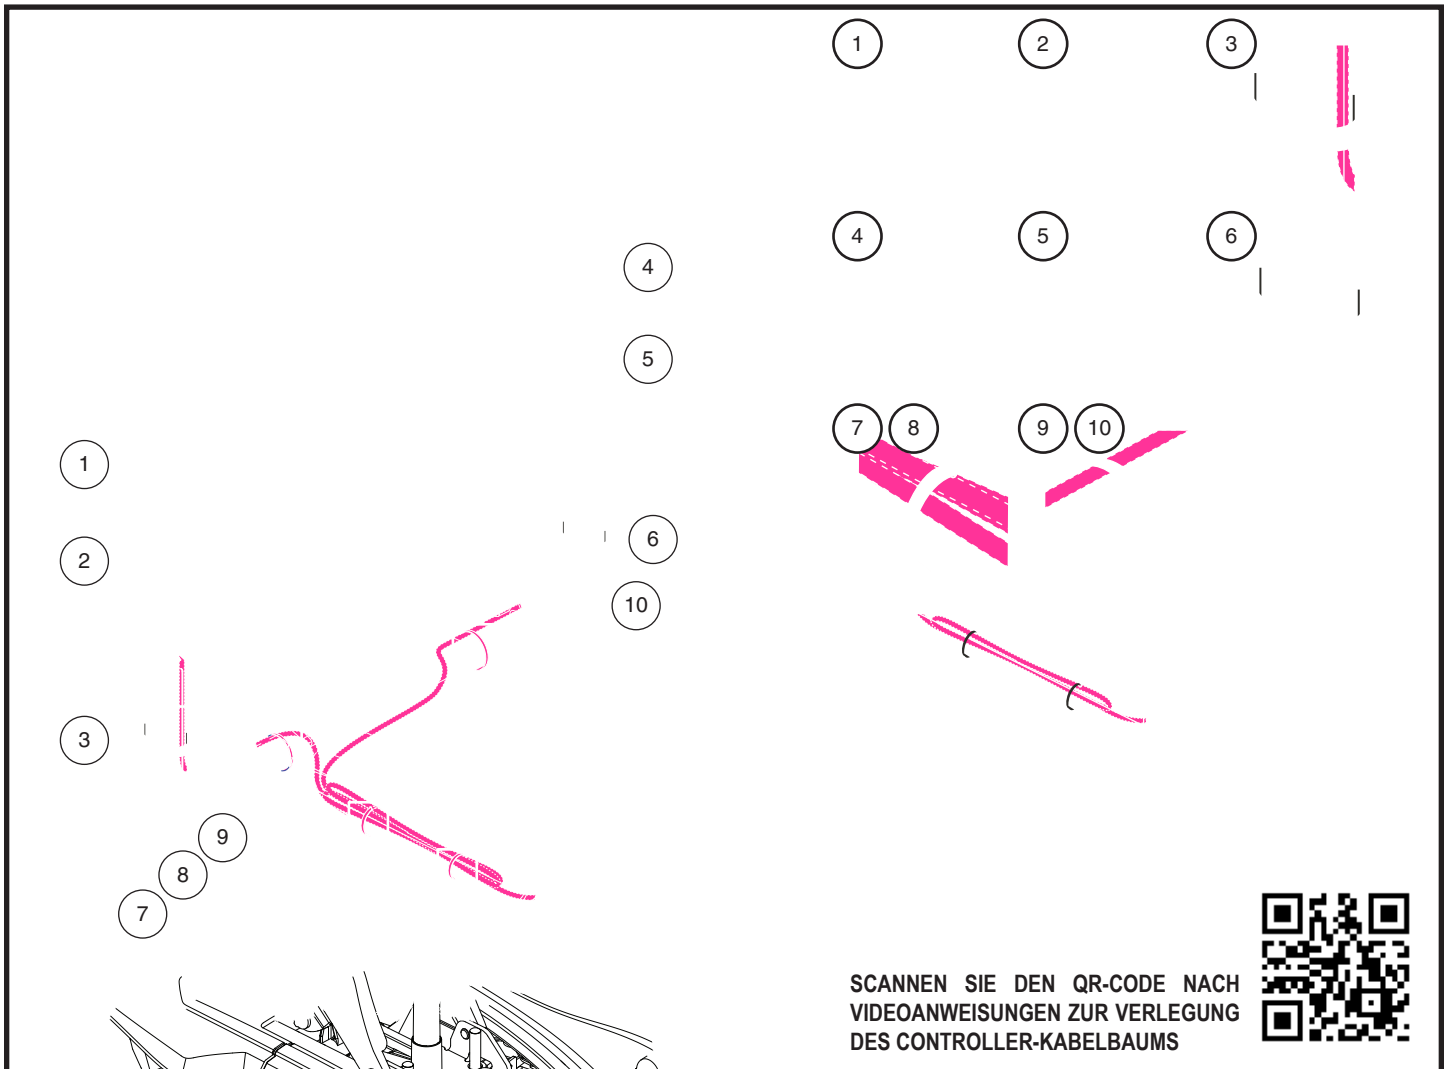

Bild 11. Führung des Steuerungskabels
17. Sichern Sie die Kabel mit Hilfe der mitgelieferten Kabelbinder an der Armlehne, wie in **Abbildung 11** gezeigt.
19. Sichern Sie die Kabel mit Hilfe der mitgelieferten Kabelbinder an der Armlehnenhalterung und der Sitzplatte wie in **Abbildung 11** gezeigt.
WARNUNG! Achten Sie darauf, alle Kabel ordnungsgemäß gemäß Abbildung 11 zu führen. Bei falscher Kabelführung können der Lichtschalter, die Steuerung oder andere elektrische Komponenten beschädigt werden.
1. Ziehen Sie für die Positionen 1 bis 10 die Kabelbinder gemäß der in Abbildung 11 gezeigten Kabelbaumführung fest.
HINWEIS: Videoanweisungen zum Verlegen des Controller-Kabelbaums finden Sie unter <https://youtu.be/KHdTQK9KXn0> oder scannen Sie den in Abbildung 11 gezeigten QR-Code mit Ihrem Smartphone.
9. Führen Sie das Steuerungskabel am Sitzrahmen entlang und sichern es mit Kabelbindern. **Siehe Bild 11.**